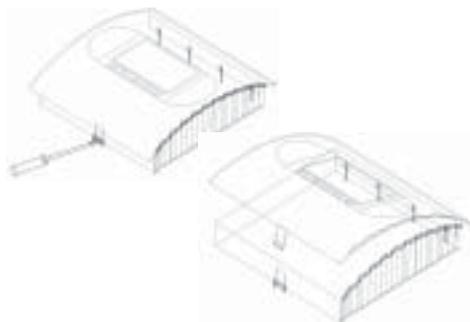

Рис. 1
1. Снимите крышку контроллера. Для этого плоской отверткой вдавите крепежный выступ внутрь и, раскачивая, вытяните верхнюю часть корпуса вверх (рис.1).